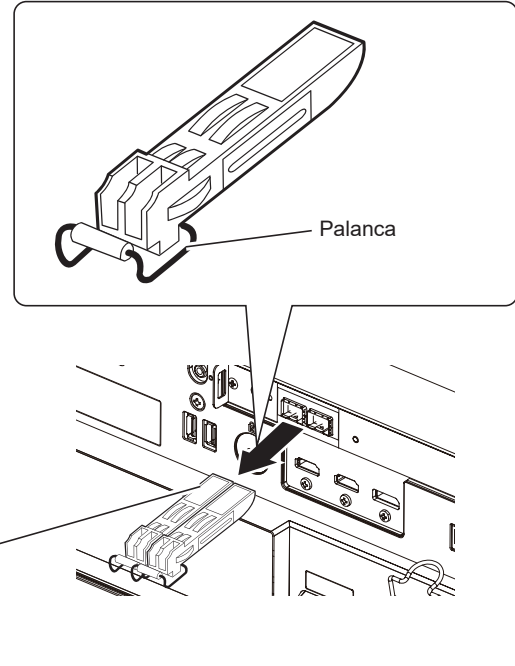

Figura 2
3) Extraiga el módulo SFP. (Figura 2)